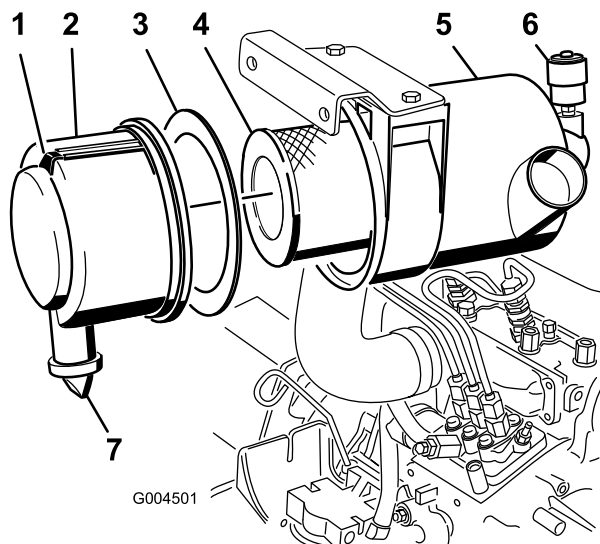

Figura 45
- Revise el filtro del limpiador de aire cuando el indicador del limpiador de aire se vea rojo (Figura 45) o cada 400 horas (más frecuentemente en condiciones extremas de polvo o suciedad). No limpie con demasiada frecuencia el filtro de aire.
1. Tire hacia fuera del enganche y gire la tapa del limpiador de aire en el sentido contrario a las agujas del reloj (Figura 45).
2. Retire la cubierta de la carcasa del limpiador de aire (Figura 45).
4. Retire y cambie el filtro primario (Figura 45).
6. Asegúrese de que la junta de gomaespuma está colocada en la tapa y que no está desgarrada ni dañada (Figura 45). Si está dañada, cámbiela.
A. Retire la válvula de salida de goma de la cubierta (Figura 45).
10. Reinicie el indicador (Figura 45) si se ve rojo.